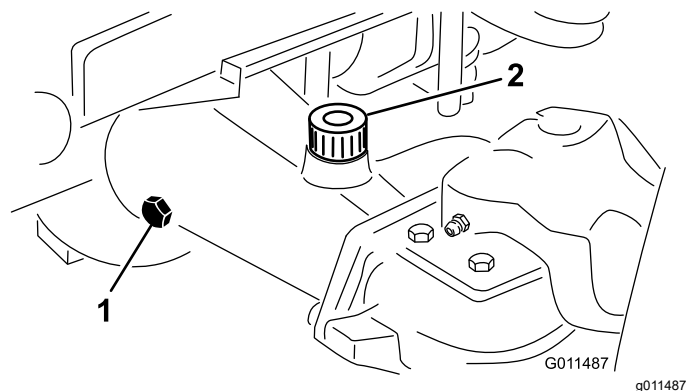

Figure 75
2. Enlevez un bouchon de contrôle à l'extrémité du pont et vérifiez que le lubrifiant atteint la base de l'orifice (Figure 75).